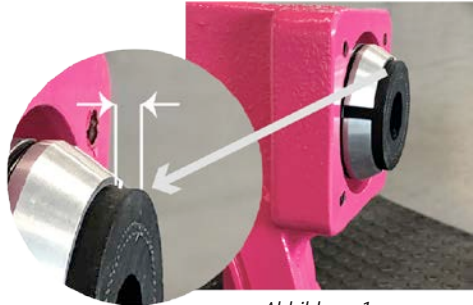

Abbildung 1
6. Die Pressringe anbringen. Zwischen dem Schlauchende und dem Pressring muss der richtige Abstand eingehalten werden (siehe Abb. 1 und Abb. 2).